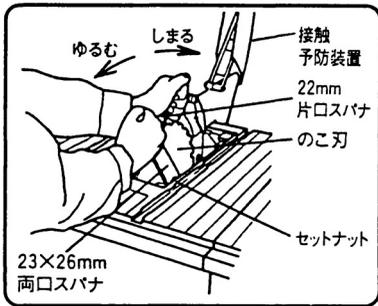
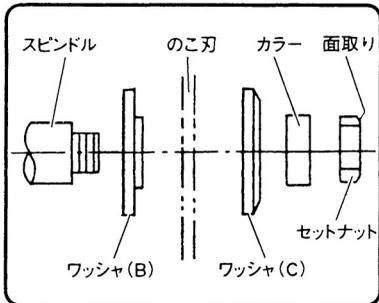

図 30
図 31
- (3) 接触予防装置を上部に持ち上げ、のこ刃を露出させます。(図30参照)
- (4) 左手に22mm片口スパナ(図3参照)を持ち、スピンドルの2面幅部にさし込み固定します。右手に23×26mm両口スパナ(図3参照)を持ち、23mm側をセットナットに掛け、左まわり(作業側)に回転させゆるめます。セットナット、カラー、ワッシャ(C)、のこ刃、ワッシャ(B)の順に取りはずします。(図30、図31参照)